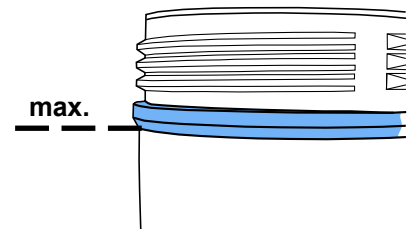

Fig. 7
- Disaerare completamente i serbatoi premendo la valvola di disaerazione (5).
- Svitare il coperchio del serbatoio (4). (Se non è possibile svitare facilmente il coperchio del serbatoio, c'è ancora della pressione residua nel serbatoio >>> Azionare nuovamente la valvola di disaerazione!).
- Riempire con abrasivo fino al livello mass (Fig. 7) (rigonfiamento del serbatoio sotto al filetto).